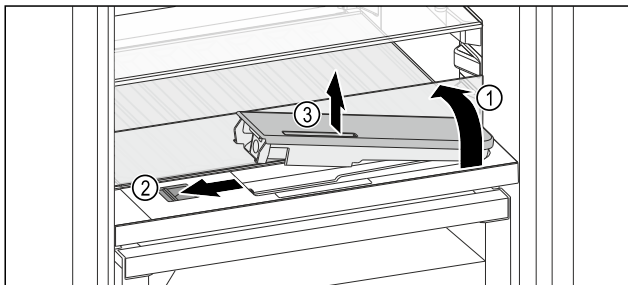

Fig. 230
- ▶ Підняти скляну панель і відкинути до упору назад Fig. 230 (1).
- ▶ Посуньте повзунок Fig. 230 (2) уліво.
- ▶ Вийняти бак для води Fig. 230 (3).